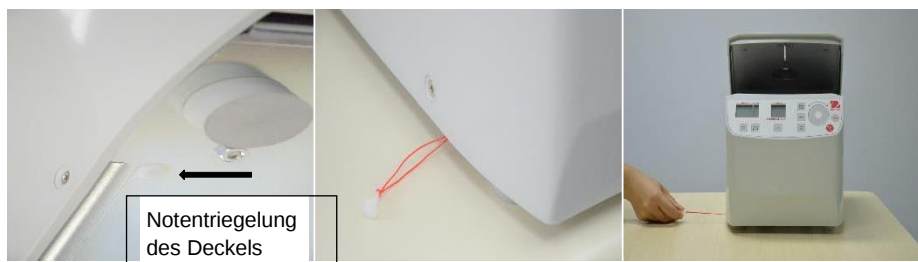

Abbildung 34
Bitte gehen Sie wie folgt vor (**siehe Abbildung 34**):
- An der rechten Seite der Zentrifuge (**FC5706P**) befindet sich ein Kunststoffstopfen. Bei der **FC5707** befindet sich der Stöpsel auf der linken Seite (siehe Abbildung 34). Entfernen Sie diesen Stopper, der mit der Deckelverriegelung verbunden ist, waagrecht aus dem Gehäuse, bis sich der Zentrifugendeckel öffnet.